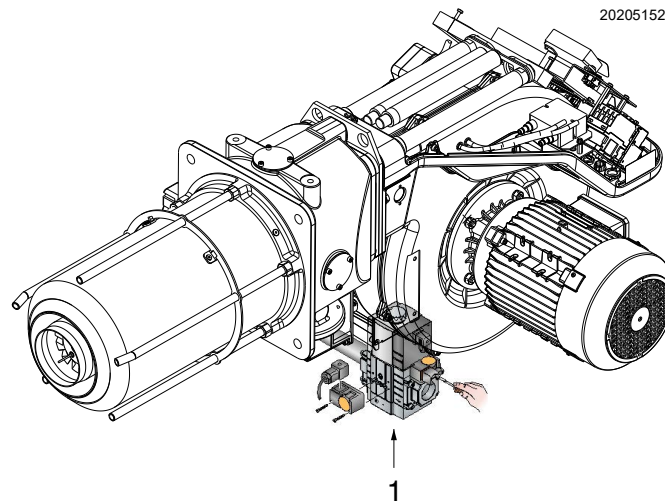

Fig. 33
- Contrôler la pression d'alimentation du gaz en raccordant un manomètre sur la prise de pression 1)(Fig. 33) du pressostat gaz seuil minimum : elle doit être inférieure à la pression maximale admise de la rampe gaz figurant dans la plaque d'identification.
- Purger l'air des tubes de la rampe gaz, en raccordant un tube en plastique sur la prise de pression 1)(Fig. 33) du pressostat gaz seuil minimum.
À titre d'orientation, on peut le trouver dans le Fig. 26, Fig. 27, Fig. 28 et Fig. 29 à la page 29, il suffit de lire la pression du gaz sur le manomètre en U (illustré sur la Fig. 33 à la page 33) et de suivre les indications.